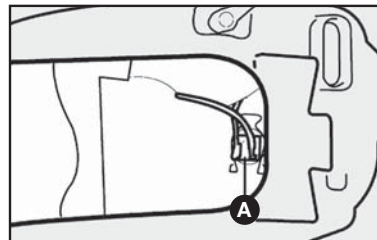

fig. 21
2) soltar o conector **A**-fig. 21 de alimentação da lâmpada;